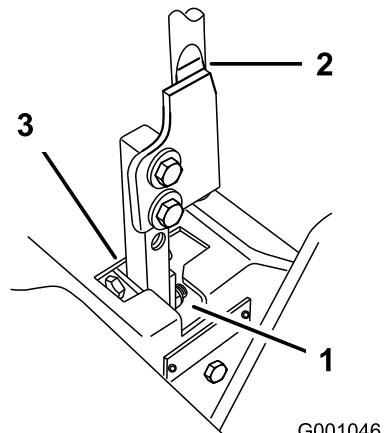

Figura 48
5. Mueva la palanca a la posición de punto muerto, pero no bloqueada (Figura 48).
7. Compruebe la posición de la palanca de control con relación a la muesca de la consola (Figura 48). Debe estar centrada para que la palanca pueda girar hacia fuera a la posición de bloqueo/punto muerto.